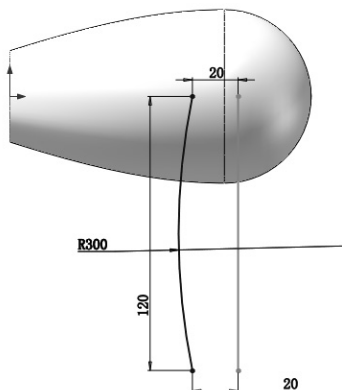

图 9-78 草图标注 3
5) 绘制草图 3。在左侧的 FeatureManager 设计树中用鼠标选择“上视基准面”作为绘制图形的基准面。单击“草图”控制面板中的 (三点圆弧) 按钮，绘制如图 9-78 所示的草图并标注尺寸。